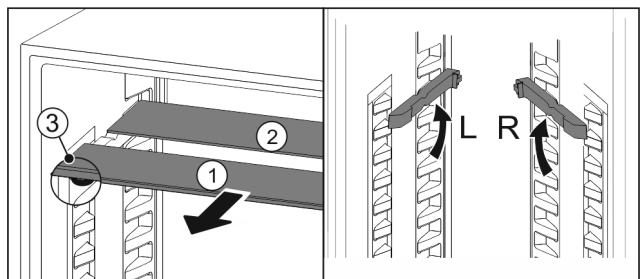

Fig. 55
- ▶ Vedä lasilevyt yksittäin etukautta ulos Fig. 55 (1).
- ▶ Koristelistalla varustettu lasilevy Fig. 55 (1) on edessä.
- ▶ Pysäyttimet Fig. 55 (3) osoittavat alaspäin.